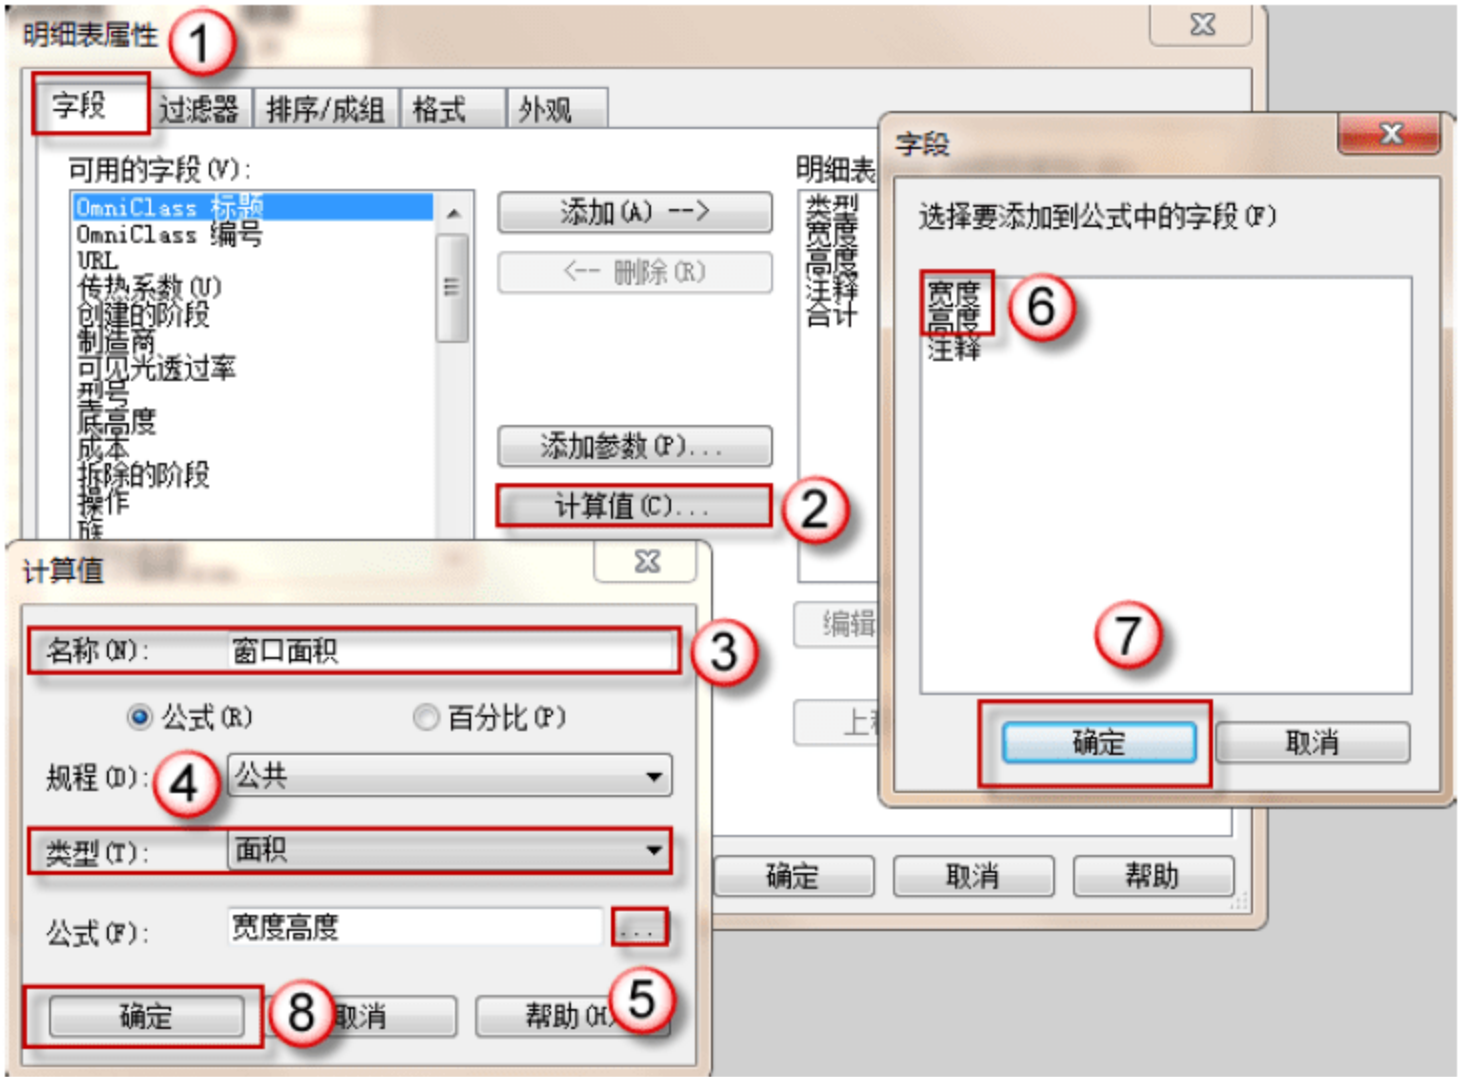

图 13.3.15 添加公式
(4) 添加公式。打开“食堂-窗明细表”的“明细表属性”对话框并切换至“字段”选项卡。单击“计算值”按钮，弹出“计算值”对话框，输入字段名称为“窗口面积”，设置字段“类型”为“面积”，单击“公式”后的“...”按钮，打开“字段”对话框，选择“宽度”及“高度”字段，形成“宽度\*高度”公式，然后单击“确定”按钮，返回“明细表属性”对话框，修改“窗口面积”字段位于列表最下方，单击“确定”按钮，返回明细表视图，如图 13.3.15 所示。